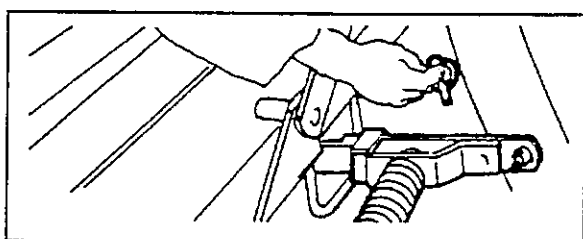
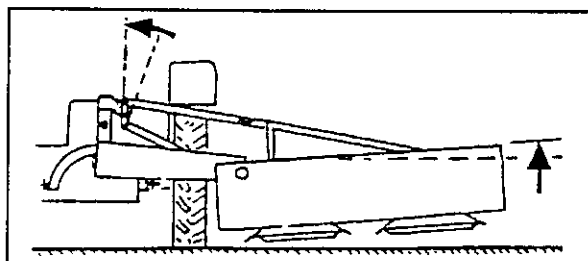

Fig. 4-29
Fig. 4-30
4. Staccare il puntone di lavoro (Fig. 4-29).
5. Se la leva (a) (Fig. 4-29) non è accostata alla battuta (x) (anche a causa di una mancata lubrificazione dell'albero cardanico), sollevare leggermente le traverse a mano (Fig. 4-30).